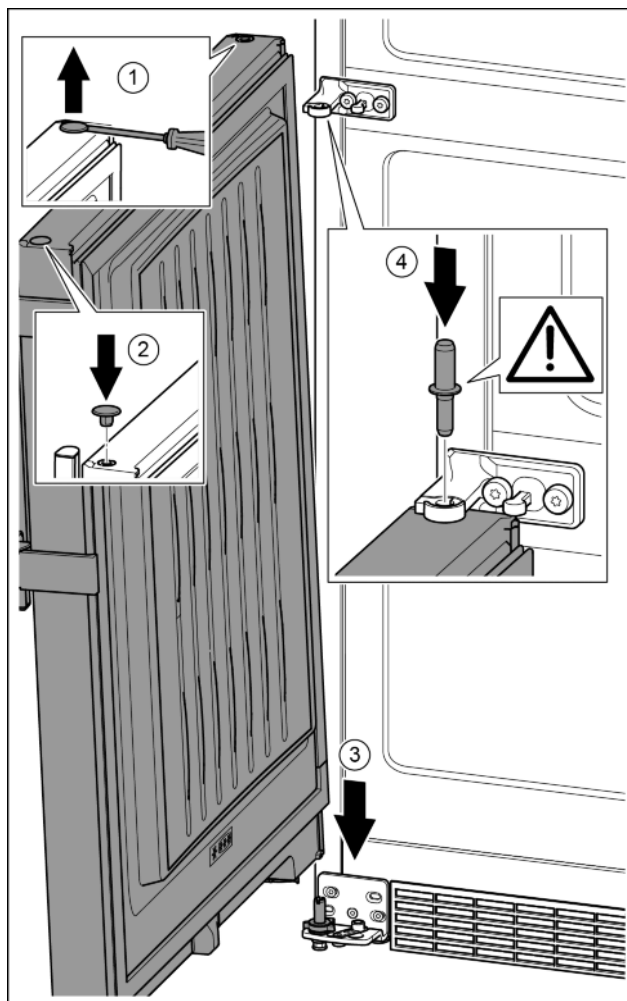

Fig. 21
- ▶ Осторожно приподнять шлицевой отверткой заглушку и вынуть ее. Fig. 21 (1)
- ▶ Заглушку снова вставить с другой стороны. Fig. 21 (2)
- ▶ Установить дверь сверху на нижний опорный палец. Fig. 21 (3)
- ▶ Вставить средний опорный палец через средний опорный кронштейн в нижнюю дверь. При этом следить за тем, чтобы выступ фиксатора был направлен назад. Fig. 21 (4)